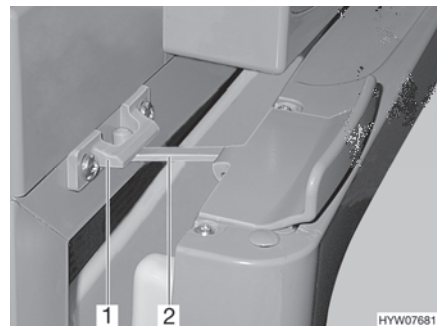

Fig. 188 Porte du réfrigérateur en position de ventilation (Thetford)
■ Ouvrir le verrouillage (Fig. 188,2) et l'enclencher dans le logement de verrouillage (Fig. 188,1). La porte du réfrigérateur reste ainsi légèrement ouverte.